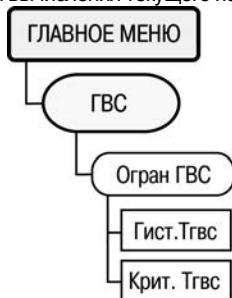

Рисунок 6.19
6.12.10 Для задания параметров управления клапаном ГВС служит пункт меню //ГВС /Крит Тгвс (рисунок 6.19).